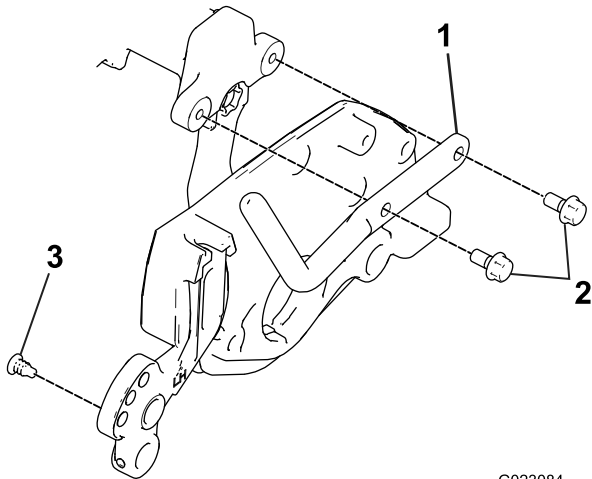

図 1
2. ステップ1で外したボルトを使って、新しいバスケットホーンを図1に示すように取り付ける。
3. グルーマを取り付けているCuttingユニットの場合は、図1に示すように、下側のグルーマ取り付け穴にプラスチック製のプラグを取り付ける。